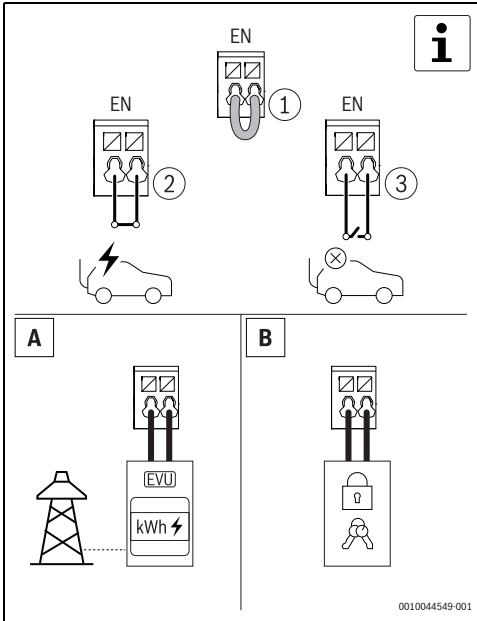

Fig. 167 Entrada digital opcional
- ▶ Desbloquear el Power Charge 7000i con la tarjeta RFID, la app o mediante el dispositivo externo de bloqueo. Este paso es opcional (→ fig. 167 y 6.1.5, página 170).